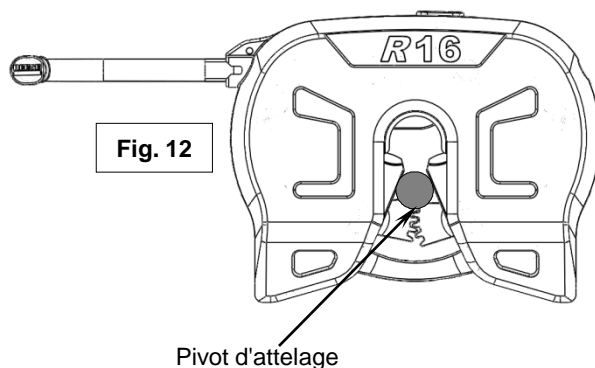

Fig. 12
4. Avec la manivelle en position déverrouillée (voir la Fig. 11), reculer la camionnette lentement vers la caravane. À mesure que le pivot d'attelage de la caravane pénètre dans l'attelage, il ouvre les mâchoires et allonge la manivelle (voir la Fig. 12). Lorsque le pivot d'attelage est engagé à fond dans la tête, les mâchoires se ferment autour du pivot, retournent à la position fermée, et l'indicateur du pivot dépasse de la tête (voir la Fig. 13).